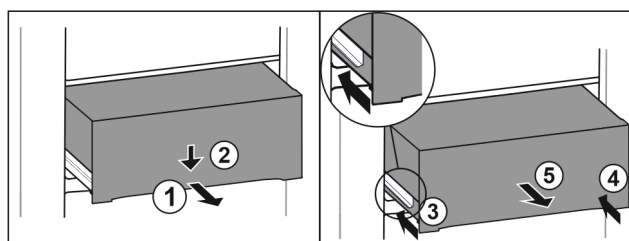

Fig. 172
- Vedä laatikko puoliväliin ulos. Fig. 172 (1)
- Paina vetolaatikkoo etupuolelta alaspäin. Fig. 172 (2)
- Työnnä vasenta kiskoa noin 2 cm sisään. Fig. 172 (3)
- Työnnä oikeaa kiskoa noin 2 cm sisään. Fig. 172 (4)
- Poista vetolaatikko vetämällä sitä eteenpäin. Fig. 172 (5)